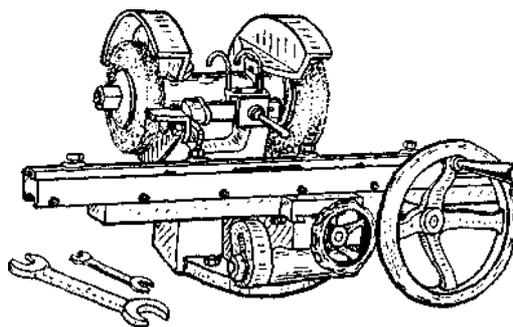

Fig. 93
*Amoladeira automática.* — Um tipo destas máquinas trabalha com esmeril comum, e outro, com esmeril de copo oco no centro, levando aquele vantagem sobre este, pois que o primeiro esmeril cava o chanfro das facas e o segundo não (Fig. 93).